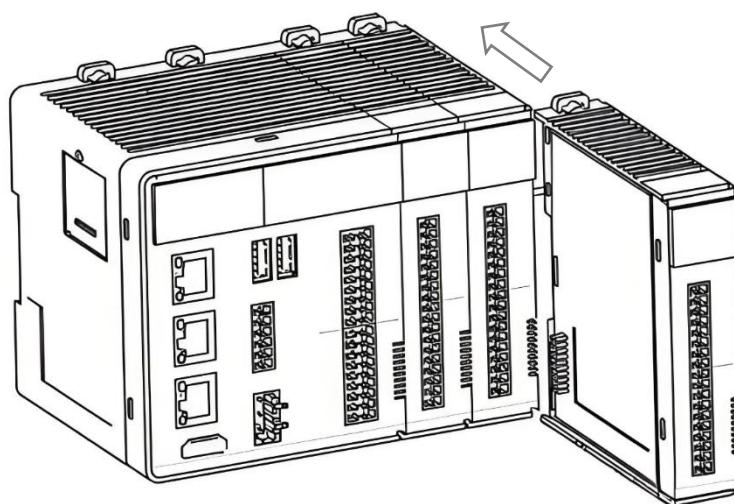

图 3-7 扩展 I/O 模块安装操作
- (4) 如图 3-7，将 ET 系列 I/O 模块逐个沿着其左侧模块的导引槽垂直向下压入到底，然后将两侧的导轨卡扣向内侧推动，固定在导轨上；
- (5) 最后将 ET9000 终端盖板安装在末端的扩展 I/O 模块上；
- (6) 安装完毕后，建议将整个系统的两侧通过固定卡子进行锁附固定，避免在震动的情况下模块沿着导轨滑动或者连接不牢固影响产品正常工作。